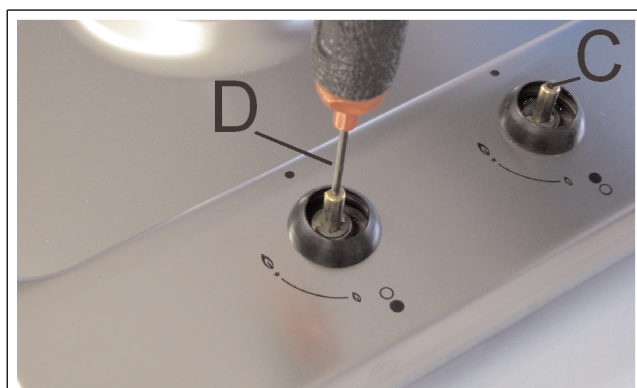

FIG. 12
- Se scoate butonul (fig. 12) al robinetului, fixat prin simpla apasare pe axa ecestuia.
- Se introduce o surubelnita mica "D" in gaura "C" (fig. 12) si se roteste la dreapta sau la stanga surubul de reglaj pana cand flacara se regleaza convenabil la "Minim".